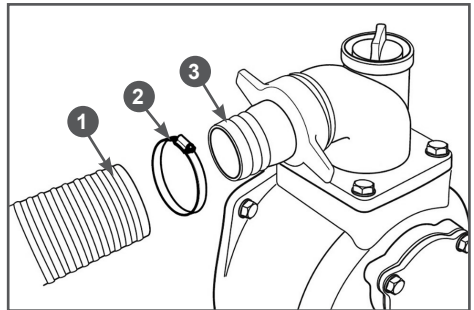

Рис. 14 Установка напорного рукава
6. Наденьте до упора напорный рукав 1 на патрубок 3 и зафиксируйте его хомутом 2 (Рис. 14).